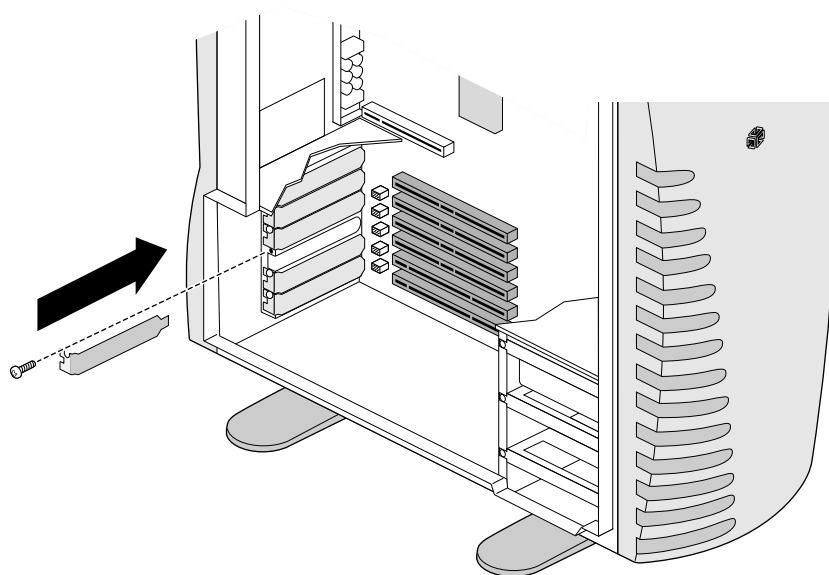

Figura 5-7 Inserindo o painel vazio de E/S no slot correspondente
1. Caso você não recoloque a placa PCI, insira um painel vazio de E/S no slot de E/S do qual a placa foi removida (Figura 5-7). Certifique-se de ter inserido a ponta do painel no slot de metal do painel de E/S (próximo à placa do sistema). Para obter instruções sobre a inserção de outra placa PCI, consulte “Instalando placas PCI” na página 76.